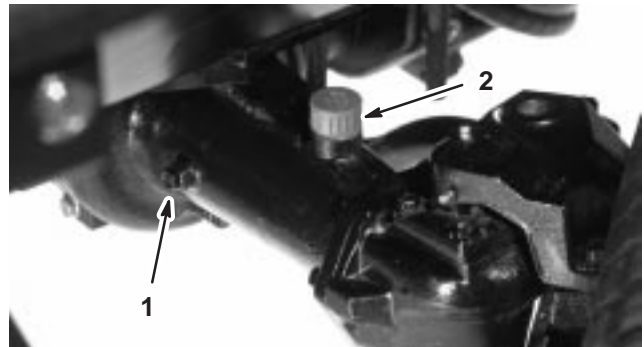

Bild 8
2. Entfernen Sie die Prüfschraube aus einem Ende der Achse (Bild 8) und stellen sicher, dass der Schmierstoff die Unterseite des Lochs erreicht. Entfernen Sie bei niedrigem Ölstand die Füllschraube (Bild 8) und füllen genug Öl ein, um den Stand bis an die Unterseite der Prüflöcher anzuheben.